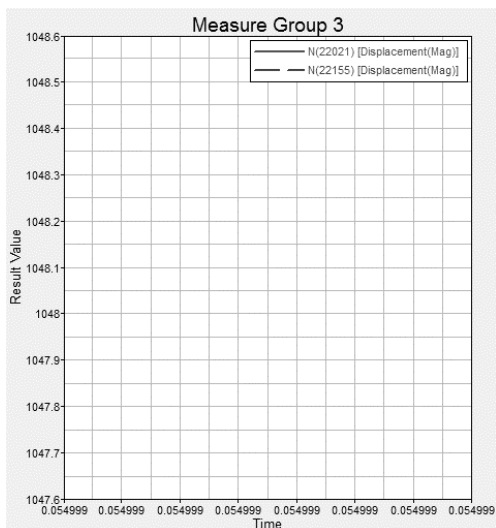

图 13-40 测量节点位移变化
- (11) 运行动画，每条曲线上将分别出现一个光标。
- (12) 停止动画。
- (13) 在 Contour 面板中将 Result type 设置为 Displacement(v)并单击 Apply 按钮。观察曲线图标题的变化，如图 13-40 所示。